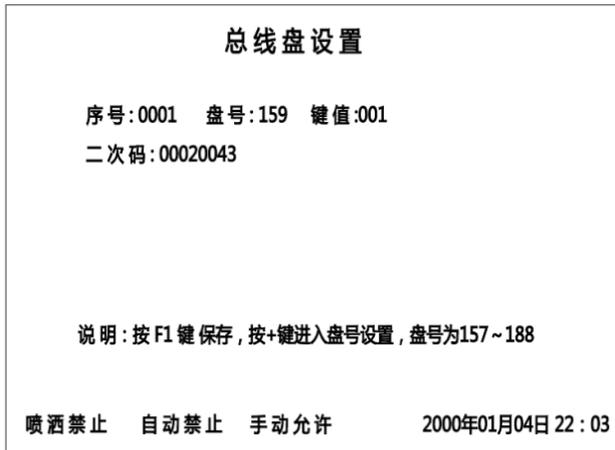
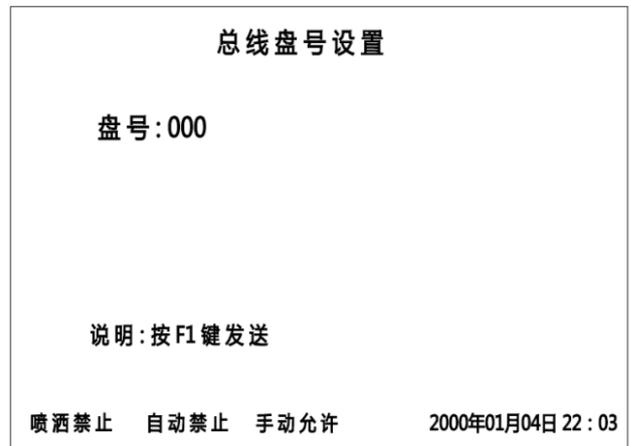

图 8-6
图 8-7
- 1、操作盘正确接好线后, 开启 TX3004 报警控制器, 然后进入控制器主菜单操作界面, 通过密码进入菜单“总线盘设置”, 然后按“+”键进入地址设定界面(如下图 8-6、图 8-7)